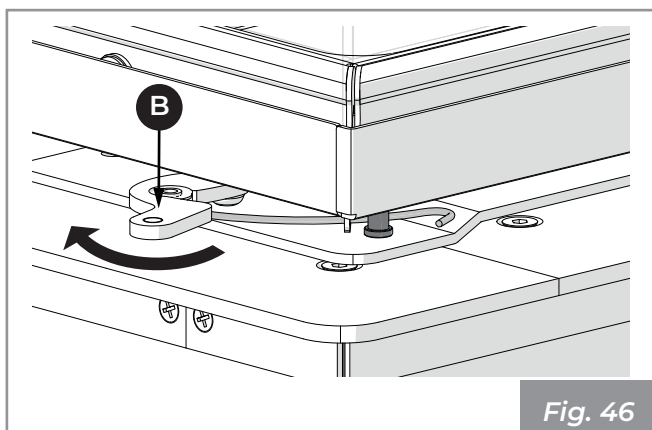

Fig. 46
- 5) Empujar con la mano la palanca (B) y regresarla a la posición de bloqueo (Fig. 46).